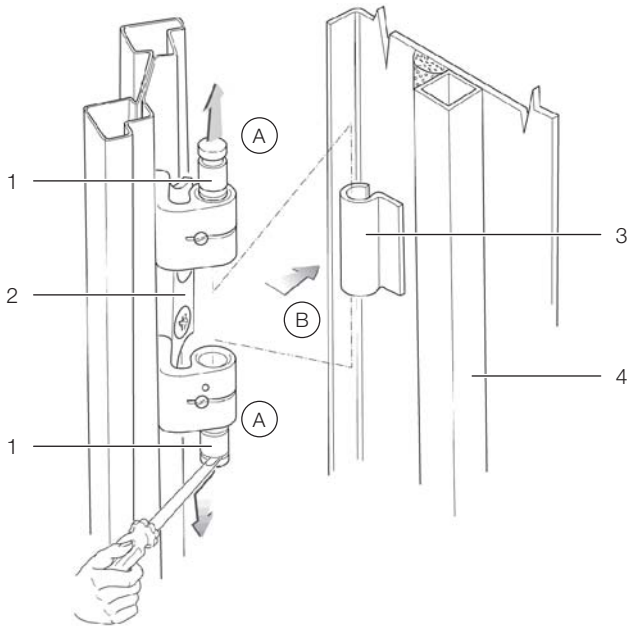

Рис. 16: Демонтаж дверного шарнира
- Разблокируйте четыре дверных шарнира. Для этого приподнимите шарнирные штифты при помощи подходящего инструмента (например, отвертки) и вытащите их до упора из шарнирного крепления (рис. 16, шаг A).
- Снимите дверь шкафа (рис. 16, шаг B).